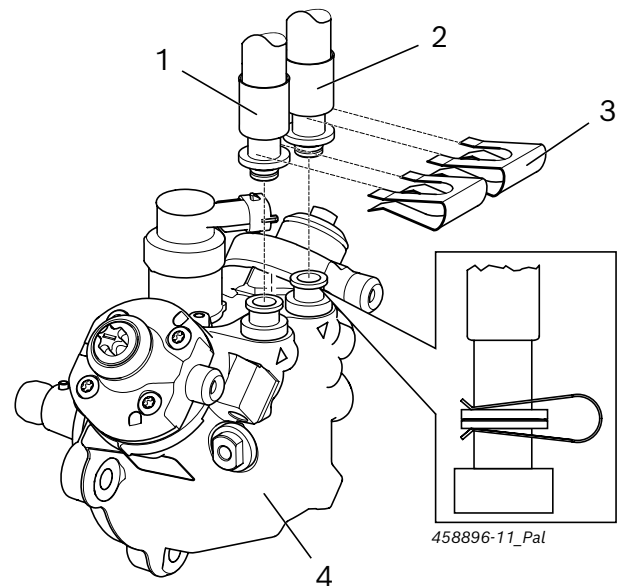

Fig. 3: CP4.2 med pluggsystem
For testoljetilkobling av CP4 må en bruke de pumpespesifikke slangeledningene. Med holdeklemmene 1 685 200 116 (fig. 3, pos. 3) festes slangeledningene på CP4. Slangeledningene og holdeklemmen er inkludert i leveringsomfanget til delesett 1 687 016 125.
1. Koble til slangeledningen for testoljetilførsel (fig. 3, pos. 1) på tilførselsslangen til CP4.
2. Koble til slangeledningen for testoljeretur (fig. 3, pos. 2) på returkoblingen til CP4.
3. Fest begge slangeledninger med holdeklemmene (fig. 3, pos. 3) på tilkoblingene til CP4.